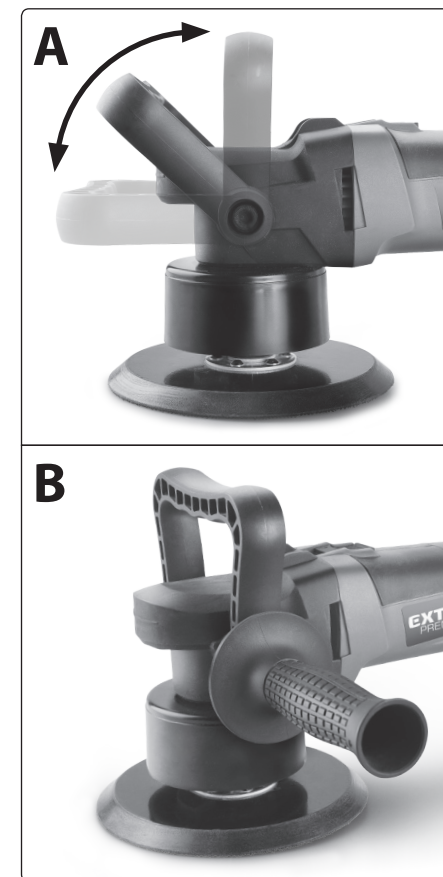
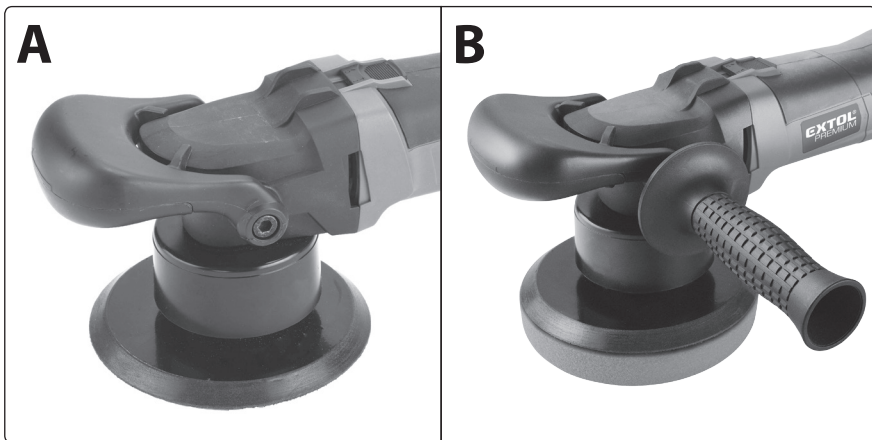

Abb. 7
Abb. 8
- ➔ Der obere Vordergriff in Form des Buchstabens „D“ oder der flache Vordergriff in Kombination mit dem Seitengriff erleichtern das Halten und machen die Arbeit in verschiedenen Lagen beim Polieren/Halten bequemer, z. B. beim Polieren von Fahrzeugseiten, Haube u. ä. - siehe Abb. 7 A, B; und Abb. 8 A, B.
- Aus Sicherheitsgründen und auch wegen einer besseren Handhabung der Poliermaschine befestigen Sie an ihr stets den zusätzlichen Vordergriff, wie auf der Abb. 7 oder Abb. 8 dargestellt. Der Seitengriff muss zu einer sicheren Arbeit mit der Poliermaschine nicht unbedingt installiert werden, sie erhöht jedoch den Komfort beim Polieren, z. B. an den Fahrzeugseiten.
- ➔ Die Bohrung vom Griff in „D“ Form legen Sie auf die Bohrungen in den Seiten der Poliermaschine und drehen Sie den Griff in einer bequeme Haltungslage, Abb. 7 A.
An der Seite kann anstelle der Schraube ein Seitengriff montiert werden, siehe Abb. 7 B. Falls dieser montiert ist, genügt es, dass die Schraube nur auf der gegenüberliegenden Seite angeschraubt wird.
- ➔ Falls der flache Vordergriff installiert wird, setzen Sie die Griffbohrungen zuerst von unten auf die Bohrungen der Poliermaschine und dann rasten Sie den Griff im Vorderteil vom Poliermaschinengehäuse ein (dies erfordert ein gewisses Geschick). An der Seite kann der Seitengriff montiert werden, siehe Abb. 8 B. Falls der Seitengriff montiert ist, muss auf der gegenüberliegenden Seite nur eine Schraube eingeschraubt werden. Falls Sie den Seitengriff nicht montieren wollen, müssen die Schrauben auf beiden Seiten angeschraubt werden.